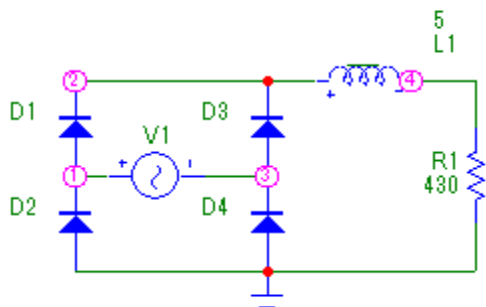

Рисунок 18. Схема однофазного мостового выпрямителя с индуктивным L-фильтром.
10. **Соберите схему** лабораторной установки согласно рис. 18.